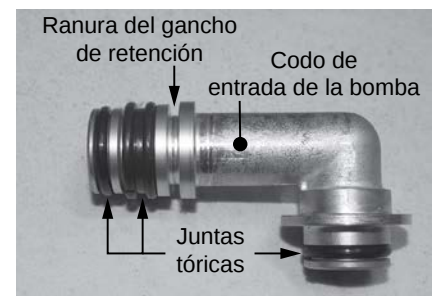

Figura 184 - Juntas tóricas del codo de entrada de la bomba.
- Ubique el nuevo codo de entrada de la bomba y las tres (3) juntas tóricas incluidas en el kit. El codo de entrada de la bomba usa una (1) junta tórica 15 x 2.5 en el lado de entrada, una (1) junta tórica de doble sello 16 x 7 en el lado de entrada, y una (1) junta tórica 15 x 2.5 en el lado de salida. Instale las juntas tóricas en el codo. Instale el codo en la bomba de agua y fije con el gancho de retención. Continúe con el **Paso 33** si no reemplazará la bomba de agua. Consulte la Figura 184.
El codo de entrada de la bomba usa una (1) junta tórica 15 x 2.5 en el lado de entrada, una (1) junta tórica de doble sello 16 x 7 en el lado de entrada, y una (1) junta tórica 15 x 2.5 en el lado de salida. Consulte la Figura 184.